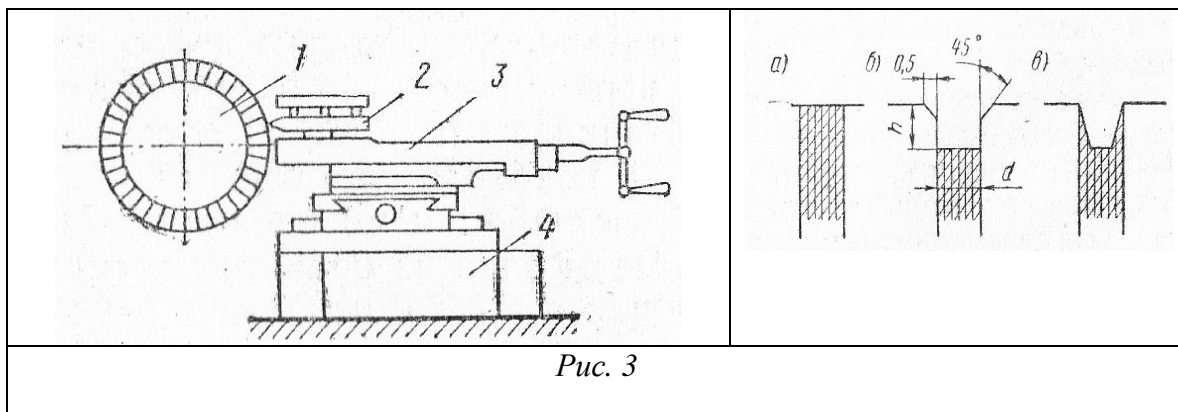

Рис. 3
- Для машин постоянного тока назвать возможные дефекты коллектора и объяснить последовательность технологии ремонта коллектора, используя предложенные схемы (рис.3) рассказать особенности ремонта коллектора